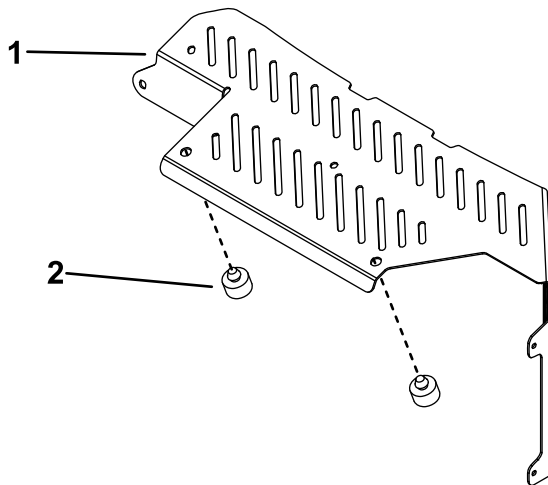

Figura 5
2. Instale los dos topes en el protector térmico (Figura 5).